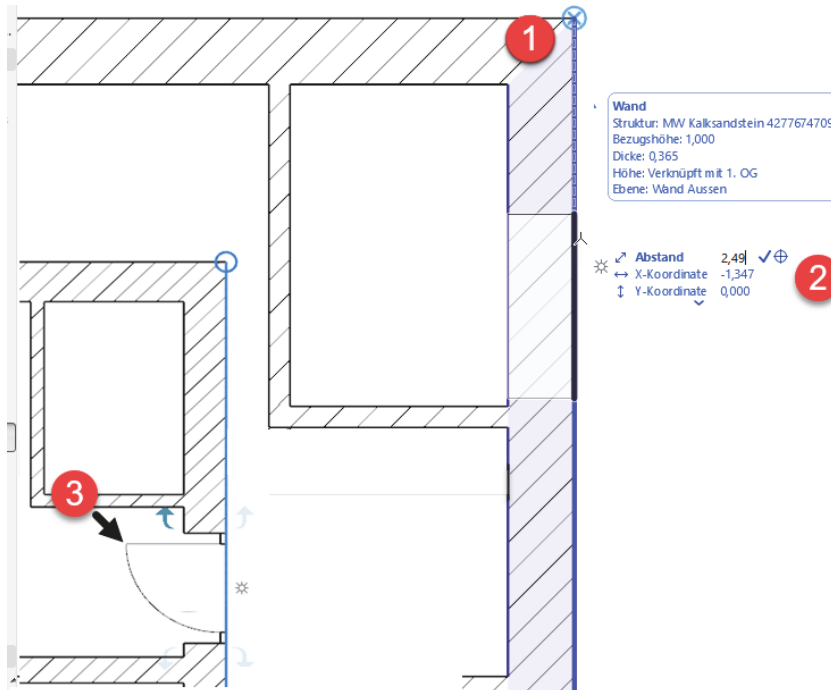

Abb. 1.44: TÜR-Werkzeug und Aktivierung der Hilfslinie
Zum Einbau (Abbildung 1.44) fahren Sie zunächst auf die Wandecke oben ❶, und warten, bis der Eckpunkt hellblau umkringelt wird. Fahren Sie nun nach unten, bis eine blaue Hilfslinie erscheint, und geben Sie im TRACKER nach `[Tab]` für den Abstand das Maß **2,49** ein und drücken Sie `[Enter]` oder klicken Sie auf das Häkchen ❷. Nachdem die Tür nun positioniert ist, müssen Sie mit einem weiteren Klick nur noch die Öffnungsrichtung angeben ❸.